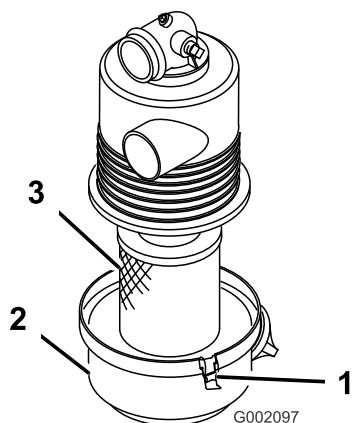

Figura 25
- Eliberați elementele care fixează capacul filtrului de aer pe carcasa acestuia și scoateți capacul (Figura 25).
- Glisați uor elementul filtrului de aer (Figura 25) din carcasa filtrului.